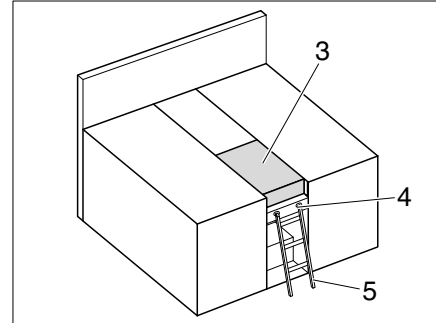

Fig. 179 Letto doppio
- Collocare il cuscino aggiuntivo (Fig. 179,2).
- Rimuovere il cuscino aggiuntivo (Fig. 179,3).
- Spingere l'estrattore (Fig. 179,1) e agganciare la cinghia di fissaggio (Fig. 179,2).
Per salire sul letto superiore utilizzare sempre la scaletta di accesso (Fig. 179,4) montata di serie.
- Agganciare la scaletta di accesso (Fig. 179,4) con i longheroni nell'apposito supporto (Fig. 179,3) al diaframma.